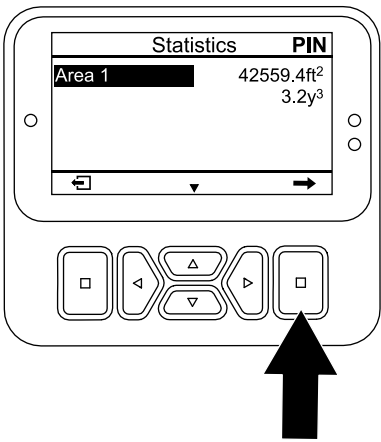

Figura 98
- 1. En la pantalla STATISTICS (Estadísticas), pulse el botón abajo hasta que se seleccione la opción AREA 1 (Área 1) (Figura 98).